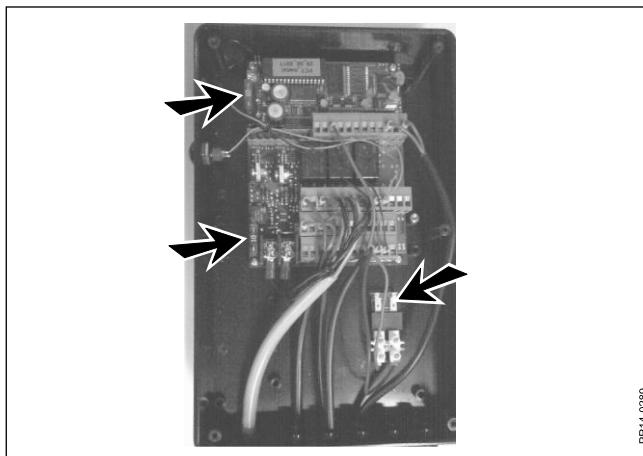

Fig. 7-7
**Fig. 7-7** Der er to 10A sikringer og en 5A sikring i MD-styringen. Sikringerne må kun skiftes til sikringer af samme strømværdi. Servicering, bortset fra skift af sikring, må kun foretages af en autoriseret KONGSKILDE-forhandler /Servicetekniker.